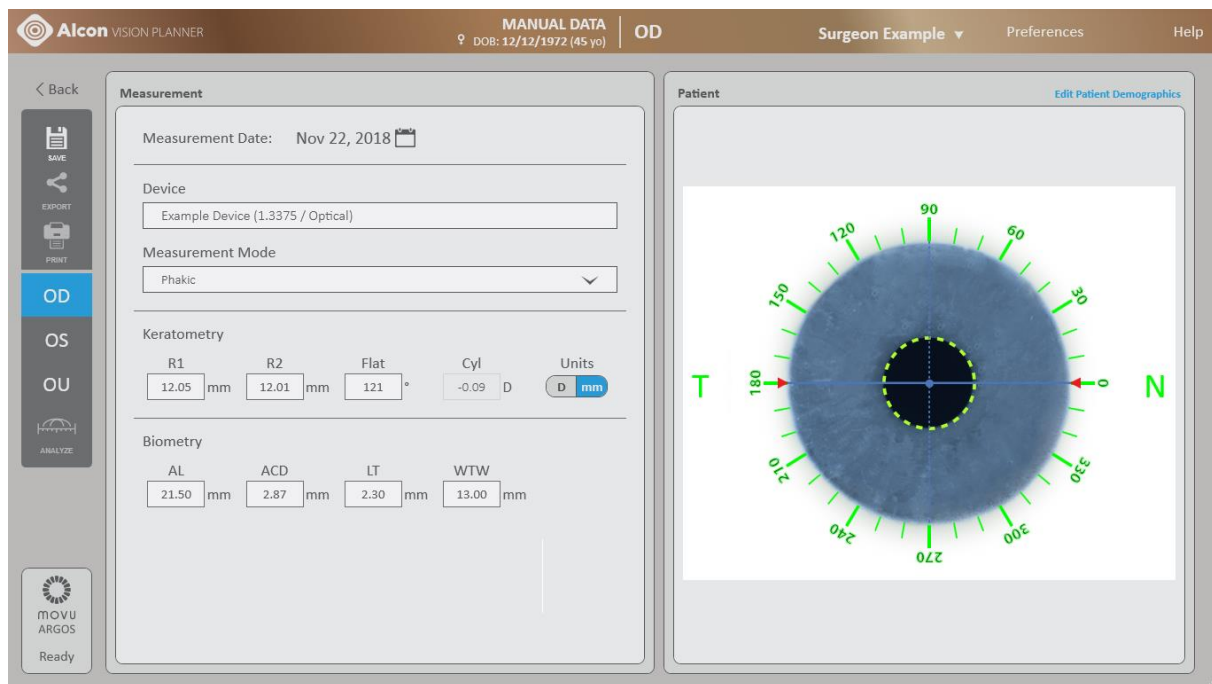

Рисунок 93 Ручной ввод данных завершен
- В выпадающем списке «Режим измерения» отображаются различные состояния глаза. Выберите соответствующее состояние (рис. 93).